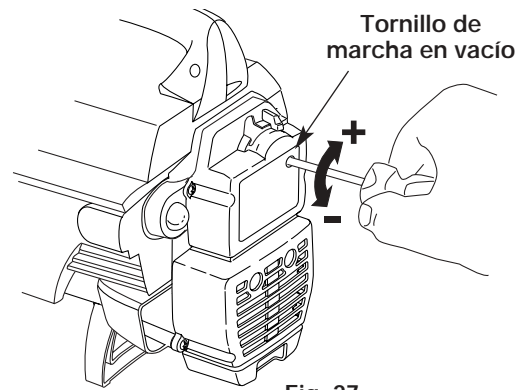

Fig. 27
La velocidad lenta del motor puede ser ajustada por la cubierta del silenciador / filtro de aire (Fig. 27).
3. Mueva el control del regulador y deje que el motor funcione en mínima. Si el motor se para, inserte un destornillador pequeño Phillips o de vástago plano en el orificio de la cubierta del filtro de aire / silenciador (Fig. 27). Gire el regulador de velocidad mínima hacia dentro en sentido horario 1/8 de vuelta por vez (según sea necesario) hasta que el motor funcione en velocidad mínima en forma continua.